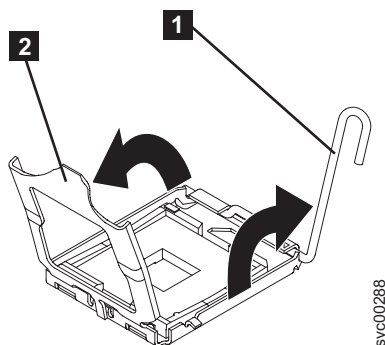

図 182. マイクロプロセッサ・リリース・レバーとブラケット・フレームが完全に開いた状態
4. マイクロプロセッサの解放レバー (図 182 の **1**) を開いて、完全な開位置にします。
5. マイクロプロセッサのブラケット・フレーム (図 182 の **2**) を開きます。